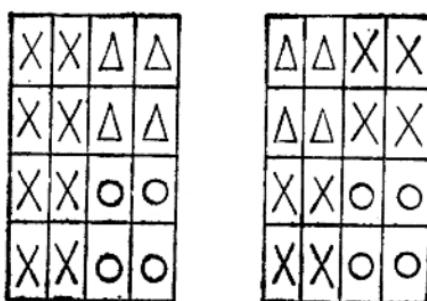

图 1 彩色棉毛意匠图
3. 根据图1所示的彩色棉毛意匠图, 画出编织图、三角排列图及色纱顺序。